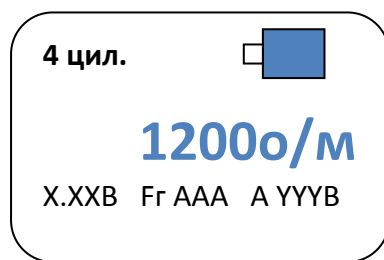

Рис. 4 Окно настройки чувствительности
4.5. Подстройку чувствительности производить при недостаточном уровне входного сигнала (0) или его максимальном уровне (10) во время измерения. Нажать кнопку . На рис.4 приведен вид окна настройки чувствительности. На нижней строке появится надпись "X.XXB Fg AAA K YYY", где: